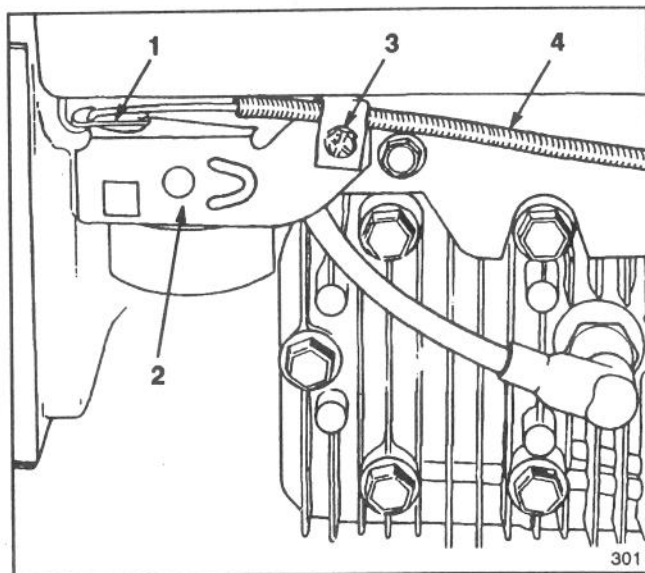
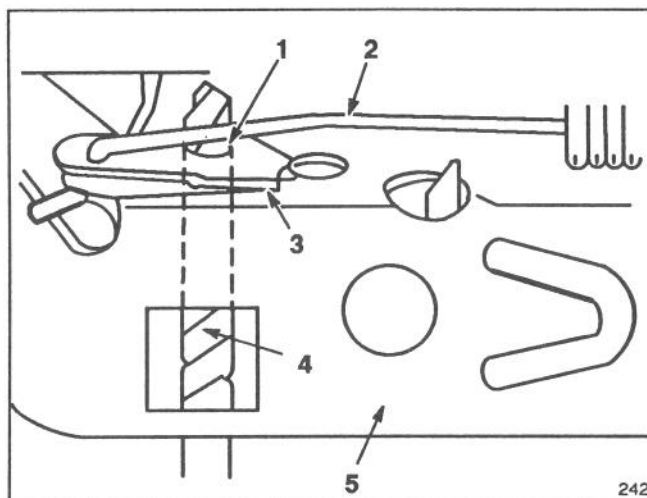

Figure 19
Figure 20
3. Desserrer le serre-câble jusqu'à ce que le câble glisse librement (Fig. 19). Aligner les trous levier du support de la commande des gaz au moyen d'une goupille ou d'un foret de 3 mm (0,12 po. ou 3/8 po.) (Fig 20). Resserrer le serre-câble pour bloquer le réglage.